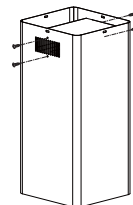

Abbildung 15
– Befestigen Sie den T-Sharp am inneren Teil der Rohrabdeckung (siehe *Abbildung 15*).